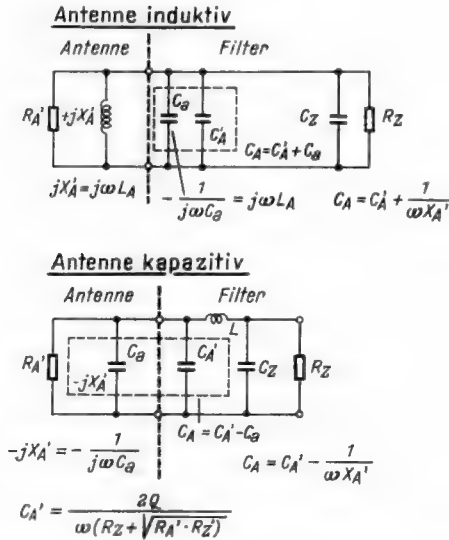

Bild 17. Zusammenfassung der Blindkomponente der Antenne mit der Eingangskapazität des Collinsfilters
Für die antennenseitige Kapazität kann man nach Formel (8) unter Einsetzen von  $R_A'$  ebenfalls einen Wert  $C_A'$  errechnen. Dieser entspricht jedoch nicht dem in das Filter einzusetzenden Wert, denn parallel dazu liegt die Blindkomponente  $\pm jX_A'$  der Antenne (siehe Bild 17). Ist  $jX_A'$  induktiv, so muß diese Blindkomponente durch eine Zusatzkapazität mit dem Blindwiderstand  $-jX_A'$  herausgestimmt, die aus Formel (8) errechnete Kapazität also um  $C_A = \frac{1}{\omega \cdot X_A'}$  vergrößert werden. Ist  $-jX_A'$  dagegen kapazitiv, so muß die aus Formel (8) errechnete Kapazität um  $C_A = \frac{1}{\omega \cdot X_A'}$  vermindert werden.
Für die in das Filter einzusetzende Kapazität  $C_A$  ergibt sich dann (siehe Bild 17) bei Antennen mit induktiver Blindkomponente